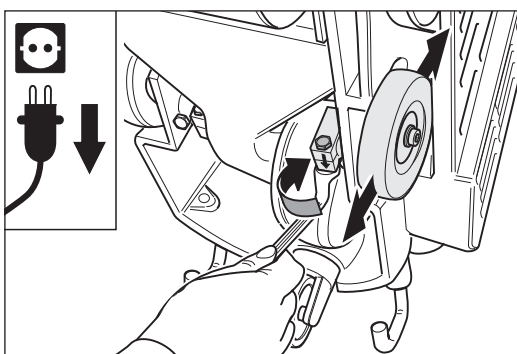

Abb. 76 Die Schraube an der rechten Radklemmung (von unten betrachtet) lösen.
- 6 Lösen Sie die Klemmschraube an der Radklemmung des einstellbaren Rads (Abb. 76) und legen Sie die Einstellvorrichtung nochmals an das Maschinengehäuse an.